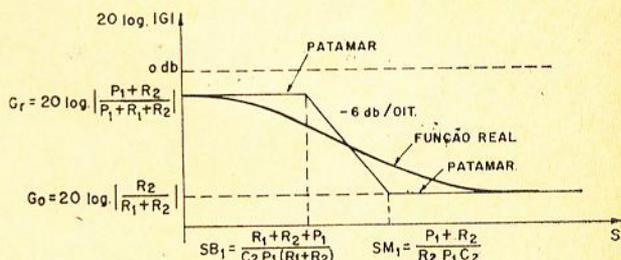
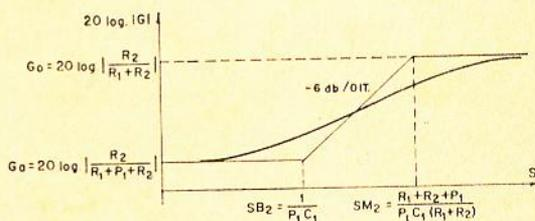
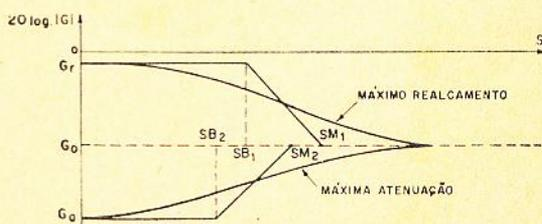

Figura 17
Figura 18
Figura 19
Devemos notar que o patamar $s \rightarrow \infty$ da figura 18 coincide com o patamar do diagrama da figura 17. De maneira geral, teremos o diagrama de Bode da figura 19.
Teremos para essa função o diagrama de Bode da figura 18. Fazendo, na equação (C), $s = 0$, obtemos:
os valores dos patamares da figura 18 serão: